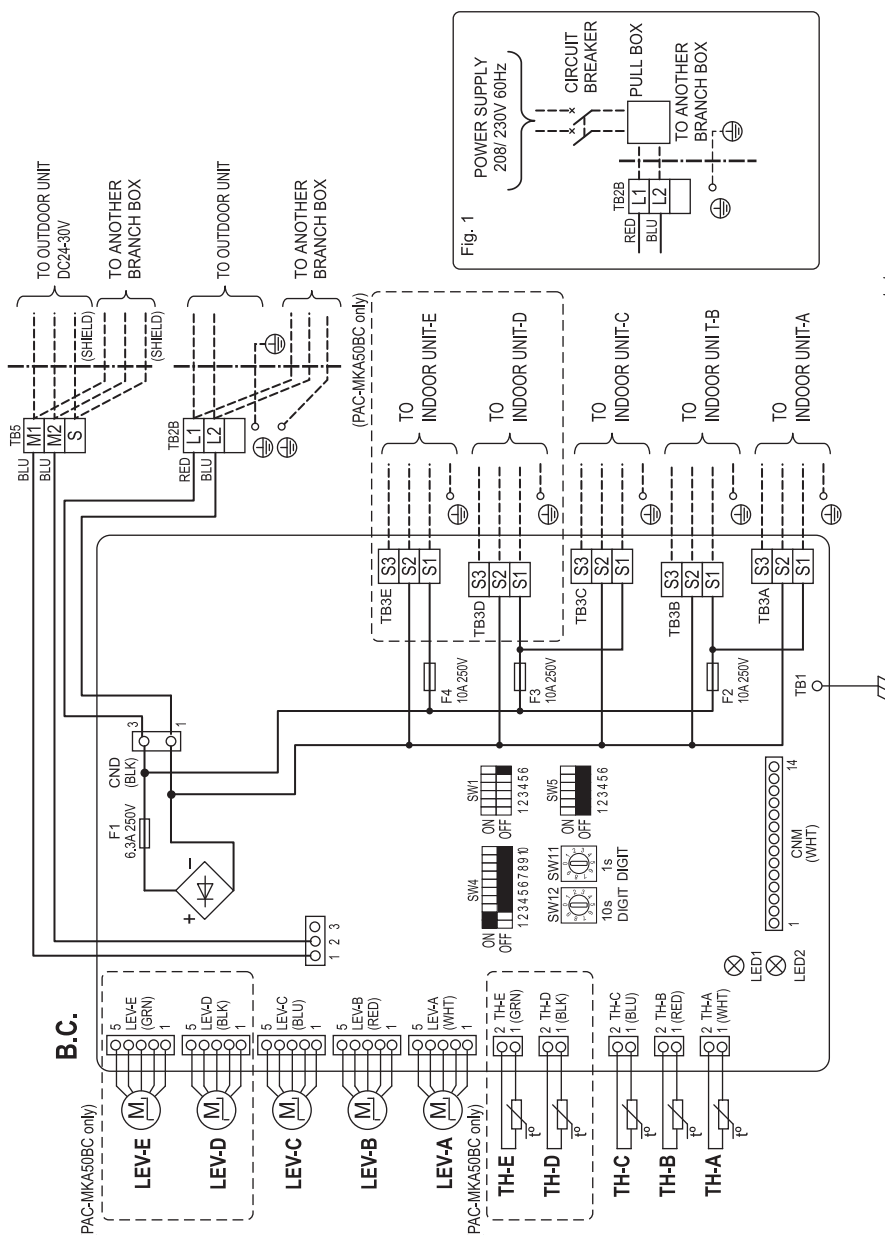

Fig. 1
3. When work to supply power separately to Branch box and outdoor units are applied, refer to Fig. 1.
3. Lorsque des travaux pour alimenter séparément le boîtier de dérivation et les unités extérieures sont effectués, reportez-vous à la Fig. 1.
- When work to supply power separately to Branch box and outdoor units are applied, refer to Fig. 1.